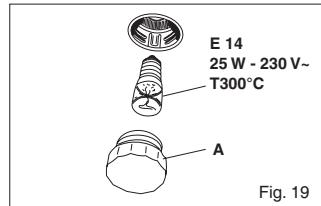

Fig. 19
La lampadina forno utilizzata è di tipo speciale resistente alle alte temperature. Per sostituirla agire nel modo seguente: smontare il vetro di protezione (A) e sostituire la lampada bruciata con una dello stesso tipo, quindi rimontare il vetro (fig. 19).